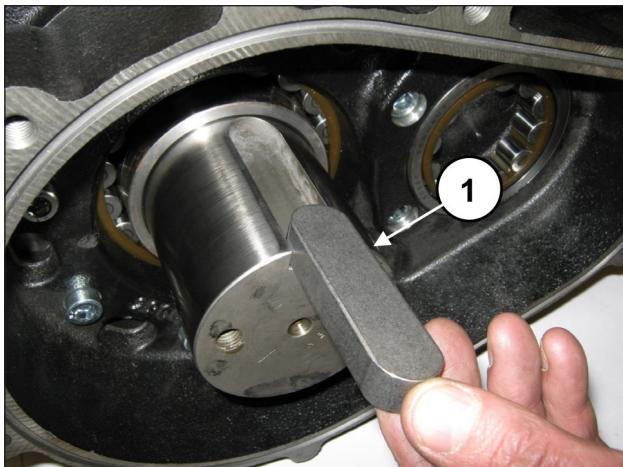
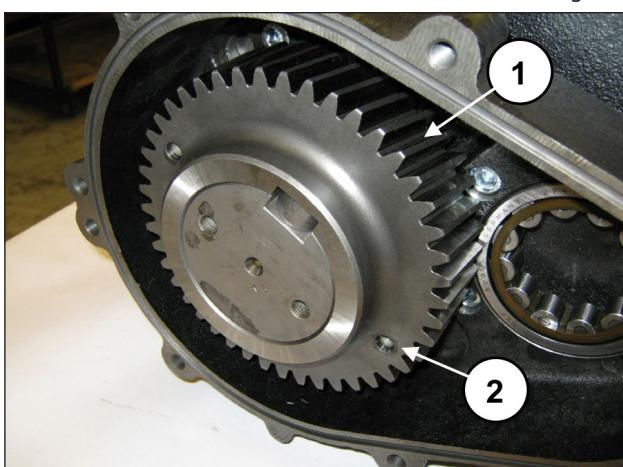

Fig. 74
Fig. 75
Appicare la linguetta 22x14x80 nella sede dell'albero (pos. ①, Fig. 74) e inserire la corona sull'albero (pos. ①, Fig. 75).
**La corona deve essere montata assicurandosi che i due fori M8 (da utilizzarsi per l'estrazione) risultino rivolti verso l'esterno della pompa (pos. ②, Fig. 75).**